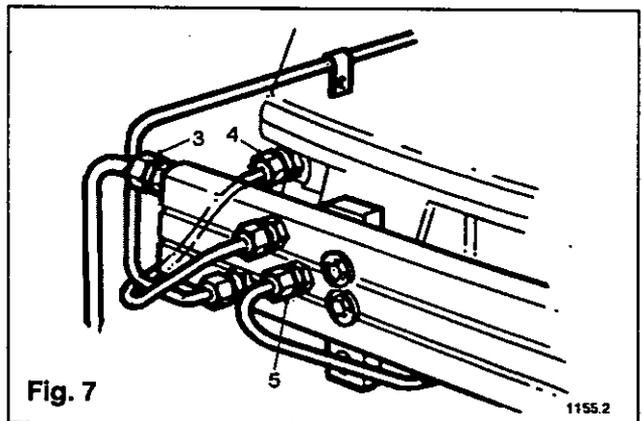

Fig. 7
Desserrer le raccord situé sur le tuyau d'alimentation de combustible (3) Fig. 7 à l'extrémité du volant de la rampe de combustible. Actionner la pompe d'amorçage jusqu'à ce que le combustible s'écoule sans bulles d'air et resserrer le raccord. Continuer cette opération au niveau du raccord d'alimentation de combustible (4) et du raccord de retour de combustible (5). A ce stade, un filtre sera amorcé et une grande quantité de carburant aura atteint les autres filtres. Le moteur tournera dans cette condition légèrement irrégulière jusqu'à ce que l'air ait été complètement purgé du système.